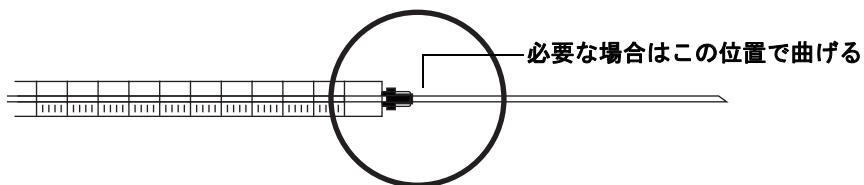

図 44 シリンジの点検
- 1 清潔な平らな面の端でシリンジを転がします。ニードルの先端が円を描く場合は、シリンジバレルに接続するニードルの付け根付近でニードルを少し曲げ、シャフトをまっすぐにしてから、再びシリンジを転がしてチェックします（図 44）。